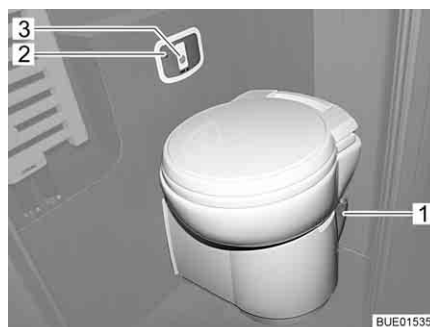

Fig. 255 Lavado del inodoro
- Abrir la corredera. Para ello, empujar la palanca de corredera (Fig. 255,1) en sentido contrario a las agujas del reloj.
- Expulsar el agua del bombillo. Pulsar para ello el pulsador de la cisterna (Fig. 255,3).
- ▷ El símbolo "cassette lleno" (Fig. 255,2) estará encendido si el cassette debe ser vaciado.